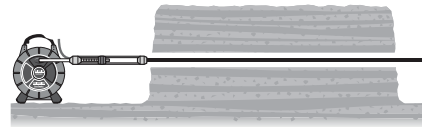

Figure 11 – Raccordement du flexible d'air comprimé au système d'inspection CROSSCHEK
5. Raccordez le flexible d'air comprimé à l'adaptateur en bout du cône du système d'inspection CROSSCHECK (Figure 11). Le flexible doit être équipé d'un raccord tournant pour ne pas vriller le matériel. Ne jamais vriller le CROSSCHEK ou le câble d'avancement durant le raccordement du flexible d'air comprimé.